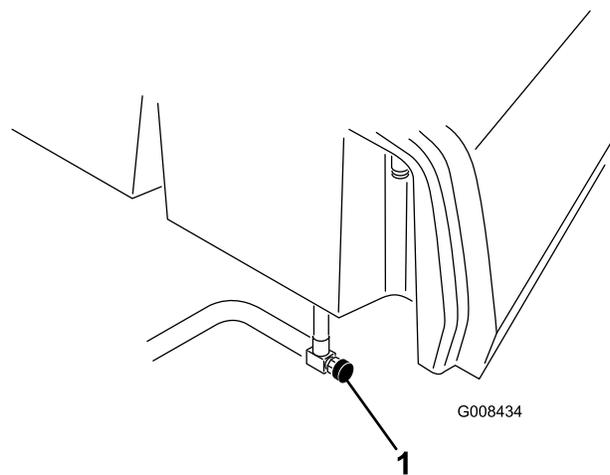

Figura 37
1. Feche a válvula de bloqueio do combustível (Figura 37) por baixo do depósito de combustível.